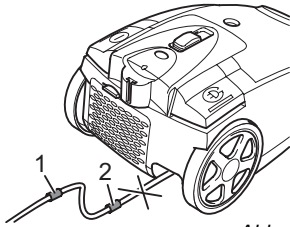
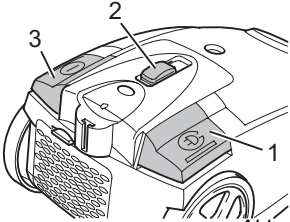

Abb. 10
Abb. 11
2. Ziehen Sie das Kabel am Stecker bis zur gelben Markierung (Abb. 10/1) heraus.
Falls die rote Markierung (Abb. 10/2) sichtbar ist, ziehen Sie das Kabel mithilfe der Kabelaufrolltaste (Abb. 11/3) wieder bis zur gelben Markierung ein. Ansonsten kann das Kabel abreißen. Es besteht die Gefahr eines elektrischen Schlages.
3. Schalten Sie den Bodensaugsauger am Ein-/Aus-Schalter (Abb. 11/3) ein.
4. Stellen Sie die Saugleistung am Saugleistungsregler (Abb. 11/2) ein.